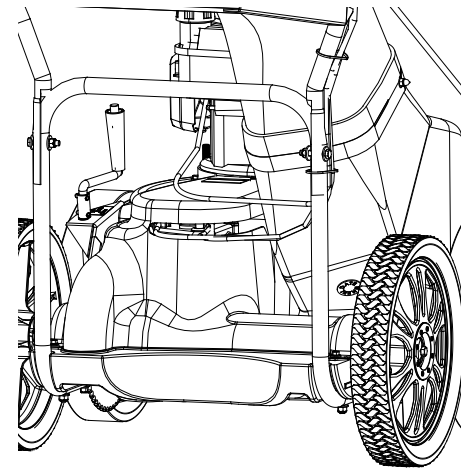

Fig. 1
1. Fäst kåpan i huset och håll den på plats under steg 2. *OBS:* Se till att alla kablar är dragna under kåpan och huset. (Se Fig. 1)